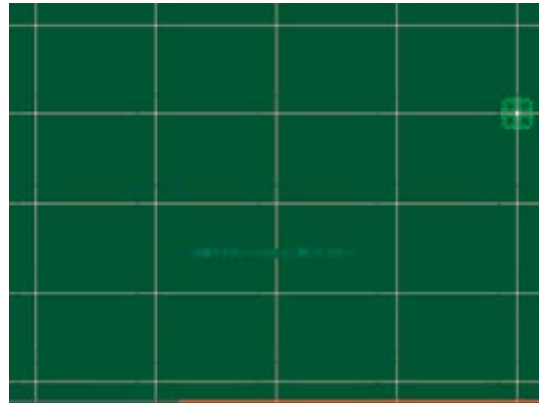

図 9 (25ポイントの場合)
3. 画面（図9）が表示されます。画面の指示にしたがって、タッチペンでポイントを押します。